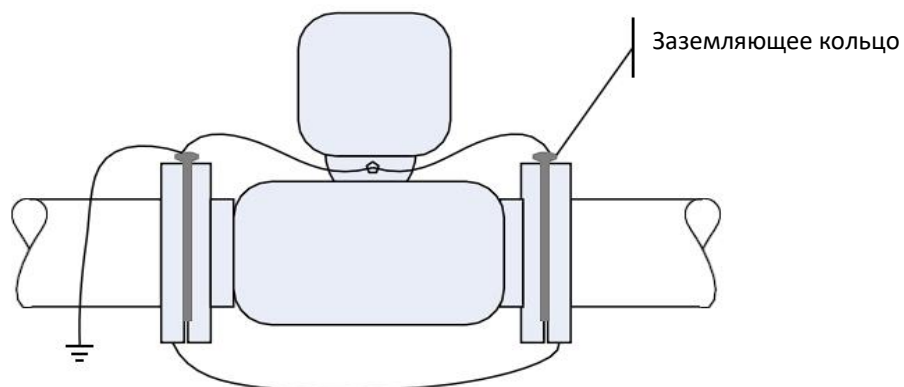

РИС. 9 Заземление трубы катодной защиты
d) При установке прибора на трубу катодной защиты необходимо использовать заземляющее кольцо. Соединение показано на рис. 9.